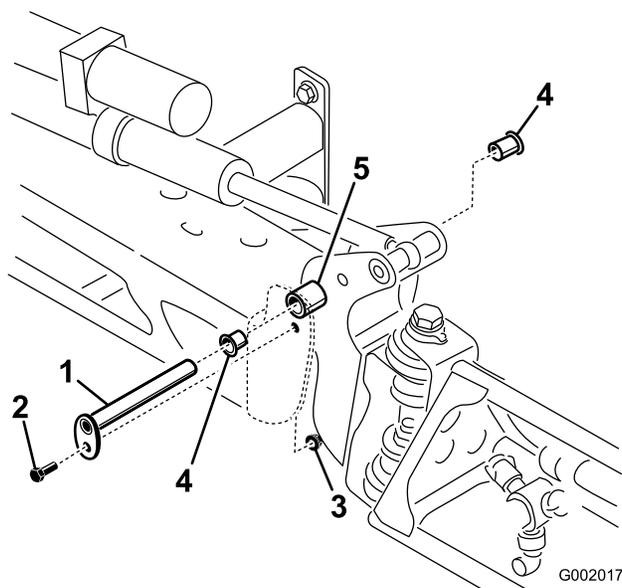

Bild 70
- Nehmen Sie die Nylonbüchsen vorne und hinten an der Schwenkhalterung ab und prüfen Sie sie (Bild 70). Ersetzen Sie beschädigte Büchsen.
- Montieren Sie den Ausleger und die Schwenkhalterung im mittleren Rahmen und richten Sie die Öffnungen aus (Bild 70).
- Wenn das Gewicht des Auslegers abgestützt ist, nehmen Sie die Schraube und die Mutter ab, mit denen der Lagerbolzen am Ausleger befestigt ist (Bild 70). Nehmen Sie den Lagerbolzen ab.